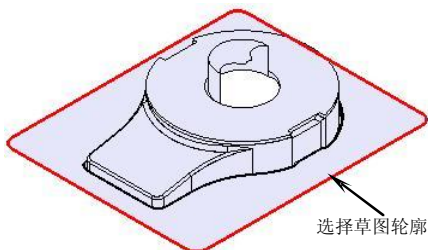
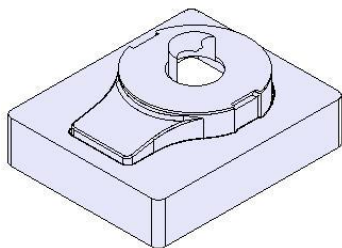

图7-18
图7-19
6. 选择草图轮廓，如图 7-18 所示，在【成形特征】工具条中单击【拉伸】按钮，弹出【拉伸】对话框。在【结束】输入框中输入“-60”，并单击【更多选项】按钮，在【体类型】复选框中选择【片体】选项，单击【确定】按钮创建拉伸特征，如图 7-19 所示。